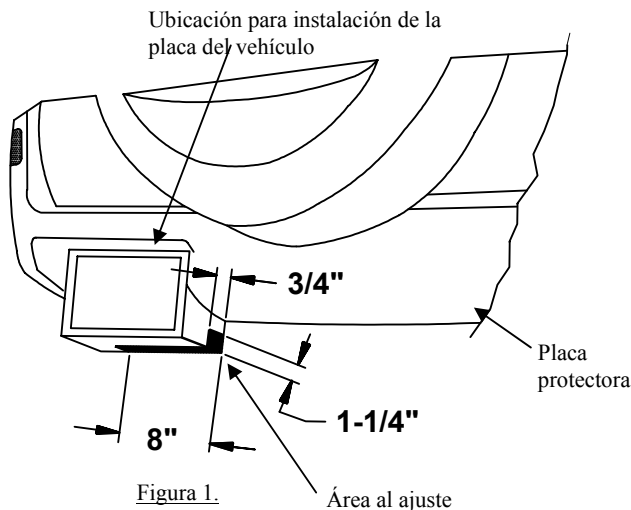

Figura 1.
①	Cant. (4)	Perno hexagonal, M12 x 1.25 x 35mm CL8.8
②	Cant. (4)	Arandela cónica dentada ½
- Con un marcador de felpa, mida y marque un reborde en la placa protectora como se indica en la figura 1.